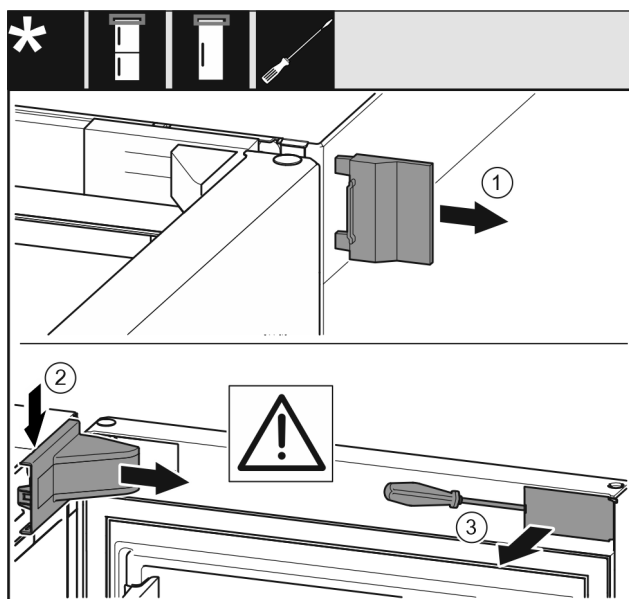

Fig. 6
- ▶ Αφαιρέστε το εξωτερικό κάλυμμα. Fig. 6 (1)
- ▶ Ξεκουμπώστε και λύστε το κάλυμμα του στηρίγματος. Αφαιρέστε το κάλυμμα του στηρίγματος. Fig. 6 (2)
- ▶ Ξεκουμπώστε το διακοσμητικό κάλυμμα με ίσιο κατσαβίδι και παραμερίστε το προς το πλάι. Fig. 6 (3)